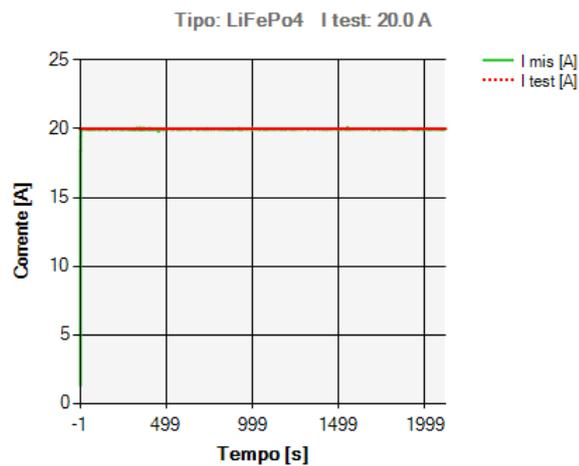

Fig.13 – Grafico della curva Corrente-Tempo
- **Corrente/Tempo** (Fig.13). E' la rappresentazione grafica dell'andamento della corrente di test (verde) durante l'esecuzione del test. Il valore costante (rosso) rappresenta la corrente di test impostata dall'operatore. Durante un test statico, l'andamento della corrente di test risulta essere costante, mentre durante l'esecuzione del test dinamico essa risulta avere un andamento a gradini in relazione agli step definiti dall'operatore (vedi paragrafo "**Test dinamico**"). In condizioni di sistema, batteria/cella e ambientali normali, la corrente richiesta e misurata dal *Dummy Load* segue l'andamento della corrente di test impostata.